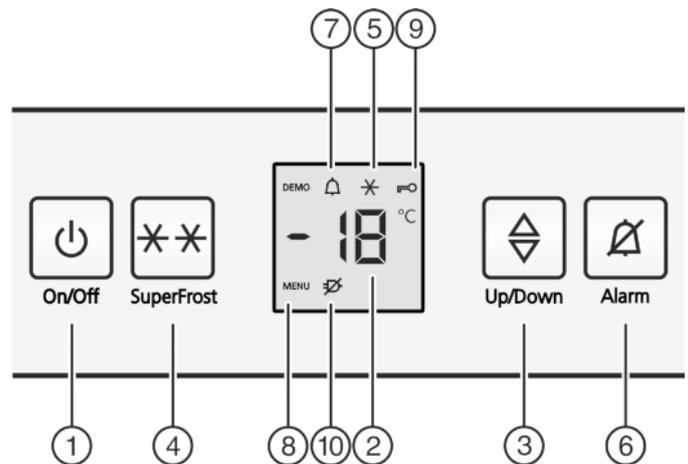

Fig. 2
- Das Symbol SuperFrost Fig. 2 (5) blinkt zusammen mit der Temperaturanzeige.*
- ▶ Taste On/Off Fig. 2 (1) drücken.
- ▷ Das Gerät ist eingeschaltet. Die Temperaturanzeige und das Symbol Alarm *Fig. 2 (7)* blinken bis die Temperatur kalt genug ist.
- ▶ Einstellmodus aktivieren: Taste SuperFrost *Fig. 2 (4)* ca. 5 Sekunden drücken.
- ▷ In der Anzeige wird das Symbol Menu *Fig. 2 (8)* angezeigt.
- ▶ Mit der Taste SuperFrost *Fig. 2 (4)* kurz bestätigen.
- ▷ Das Symbol Kindersicherung *Fig. 2 (9)* leuchtet in der Anzeige.
- ▶ Die Taste On/Off *Fig. 2 (1)* kurz drücken.
- ▷ Das Symbol Kindersicherung *Fig. 2 (9)* erlischt.
- ▶ Taste Alarm *Fig. 2 (6)* drücken.
Gleichzeitig blinkt die Temperaturanzeige und das Symbol Alarm *Fig. 2 (7)*.
Der Tonwarner verstummt automatisch, das Symbol Alarm *Fig. 2 (7)* geht aus und die Temperaturanzeige hört auf zu blinken, wenn die Temperatur wieder ausreichend kalt ist.